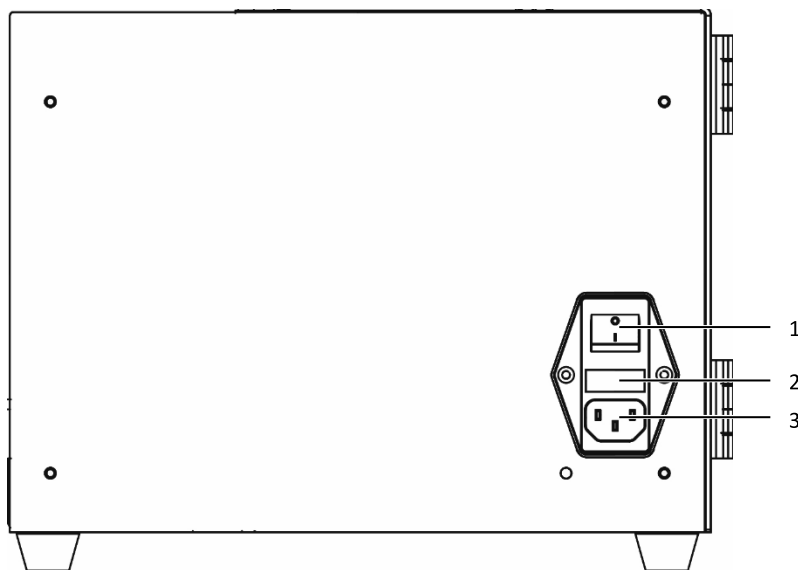

Fig. 3: Placa de conexión
- Conecte el cable de alimentación al conector (cf. fig. 3, pos. 3) de la máquina y a la fuente de alimentación.
- Ponga en marcha la crimpadora automática R8 E mediante el interruptor / ON (cf. fig. 3, pos. 1).